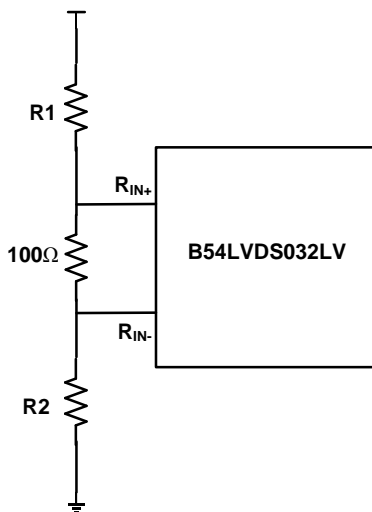

图8 B54LVDS032LV 输入端接上下拉电阻连接示意图
3、保持端接。器件未使用通道端接 100Ω 的电阻时，将器件未使用通道的“+”输入端接入上拉电阻 R_1 ($\leq 7.4K$) 到电源，“-”输入端接入下拉电阻 R_2 ($\leq 4.3K$) 到地，如图 8 所示，使未使用通道的输出保持高电位，并且 R_1 和 R_2 的选取应满足输入端的共模值 $(R_2+50)/(R_1+R_2+100) \times V_{DD}$ 接近 $1.2V$ 。